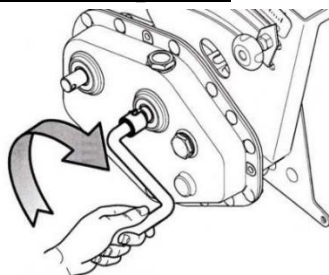

Рисунок 9.
Определение нормы высева производится прокруткой вариатора привода зерновых катушек (3) (рис. 9) на стационаре из расчёта посева сеялкой 100 м².
Прокрутите вариатор привода зерновых катушек рукояткой (прилагаемой к сеялке) по часовой стрелке 12 оборотов (рис.9).